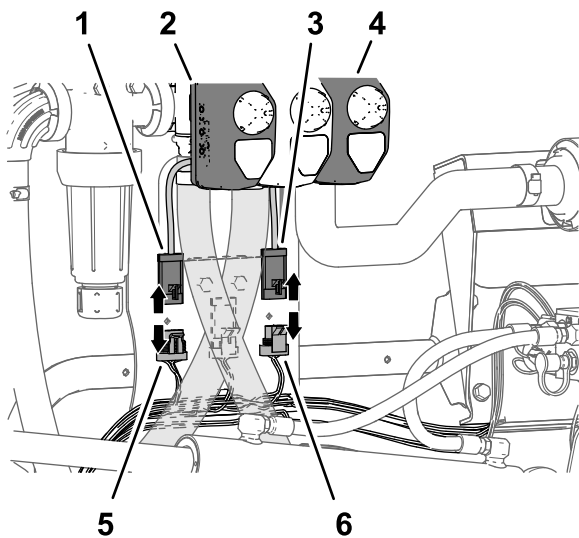

Figura 30
3. Desligue o conector de três tomadas da cablagem da máquina rotulado VÁLVULA DE PULVERIZAÇÃO PRINCIPAL (master spray valve) do conector de três pinos do acionador da válvula de pulverização principal (Figura 30).